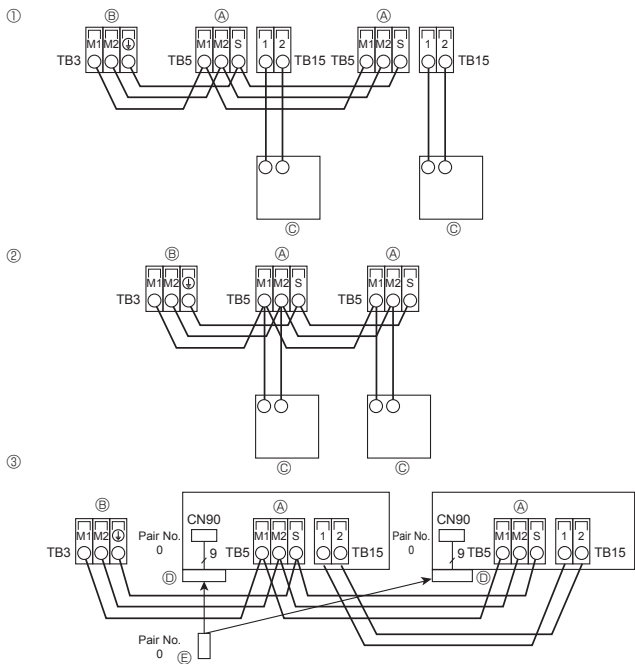

Fig. 4-5
4.4. การต่อสายเคเบิลรีโมทคอนโทรลและสายส่งสัญญาณตัวเครื่องภายในและภายนอกอาคาร (Fig. 4-5)
- ① รีโมทคอนโทรล MA
- ② รีโมทคอนโทรล M-NET
- ③ รีโมทคอนโทรลไร้สาย (เมื่อติดตั้งตัวรับสัญญาณไร้สาย)